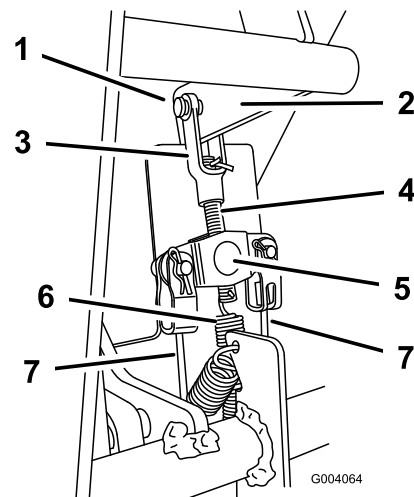

Bild 45
- Prüfen Sie die Bremskabel am Bremsausgleich (unter dem Armaturenbrett) und ermitteln Sie, wie weit die Bremsstange am Ausgleich nach oben gleiten muss, damit die Züge kein Spiel aufweisen (Bild 45).
- Entfernen Sie den Splint und den Lastösenbolzen von dem Lastösenbolzen der Bremsstange (Bild 45).
4. Nehmen Sie die Feder vom Ende der Bremsstange ab (Bild 45).
6. Drehen Sie die Bremsstange in den Bremsausgleich ein oder heraus, um das Spiel von den Bremskabeln zu entfernen (Bild 45). Ziehen Sie die Kabel nicht zu fest an.
7. Setzen Sie die Feder in das Loch an der Bremsstange ein (Bild 45).
8. Verbinden Sie den Bolzen in die Bremsstange mit dem vorher entfernten Lastösenbolzen und dem Splint an der Bremsstange (Bild 45).